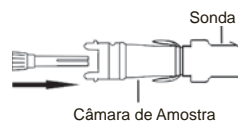

Figura 2: Introduza o Guia da Ponta na Câmara de Amostra
2. Utilizando uma técnica asséptica padrão, retire o Aplicador da embalagem e verifique se apresenta danos. Retire o Protetor da Ponta (A).
5. Introduza o Guia da Ponta (B) na Câmara de Amostra. Verifique se o Guia da Ponta foi devidamente introduzido. Consulte a Figura 2.